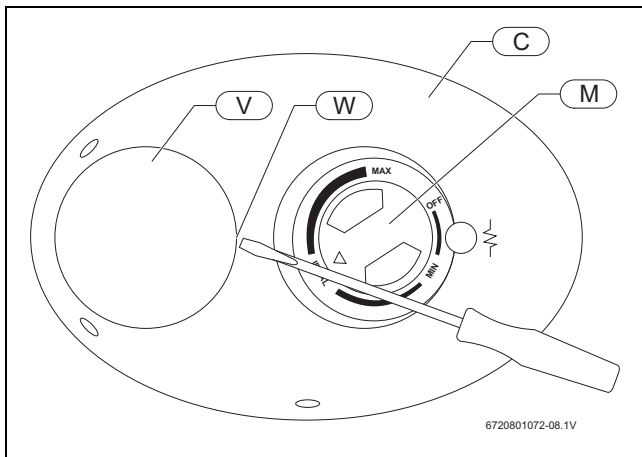

Fig. 9
El ajuste de la temperatura del agua caliente se realiza girando el mando M (Fig. 9) situado en la tapa frontal. La temperatura puede ajustarse entre los 65 °F y 145 °F.
- ▶ Con un destornillador pequeño de punta plana desprenda la placa protectora redonda (Fig. 9, [V]) por su borde derecho (Fig. 9, [W]).
- ▶ Ahora puede retirarse la tapa (Fig. 9, [C]) extrayendo el borde izquierdo de la misma. Al rearmar la unidad, proceda en sentido inverso, teniendo cuidado de introducir la lengua de la tapa en la ranura.